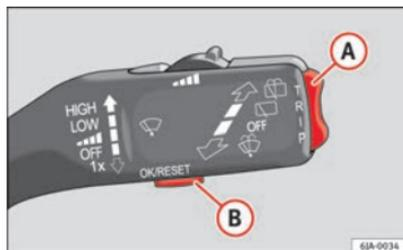

Fig. 36 Levier d'essuie-glace : commandes de l'écran d'informations
- Le **Menu principal** est activé en maintenant la commande à bascule **A** ⇒ fig. 36 du levier multifonction enfoncée.
- Si l'écran d'informations affiche un avertissement quelconque, vous devez le confirmer en appuyant sur la touche  ⇒ fig. 36 ⇒ page 67 avant de pouvoir accéder au menu principal.